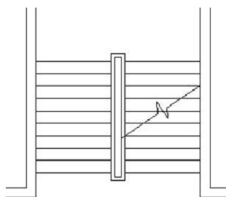

图 2.122 绘制楼梯折断线
⑤ 关闭【正交】功能，启动【多段线】命令（快捷键 PL），将图绘制成图 2.122 所示的状态。